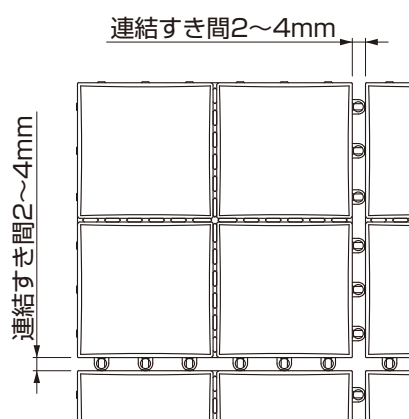

図4-8
- 冬場(気温10℃以下)は連結のすき間を完全に(4mm)あけてください。その他の季節(気温10℃以上)は連結すき間を2mmあけてください。(図4-8参照)